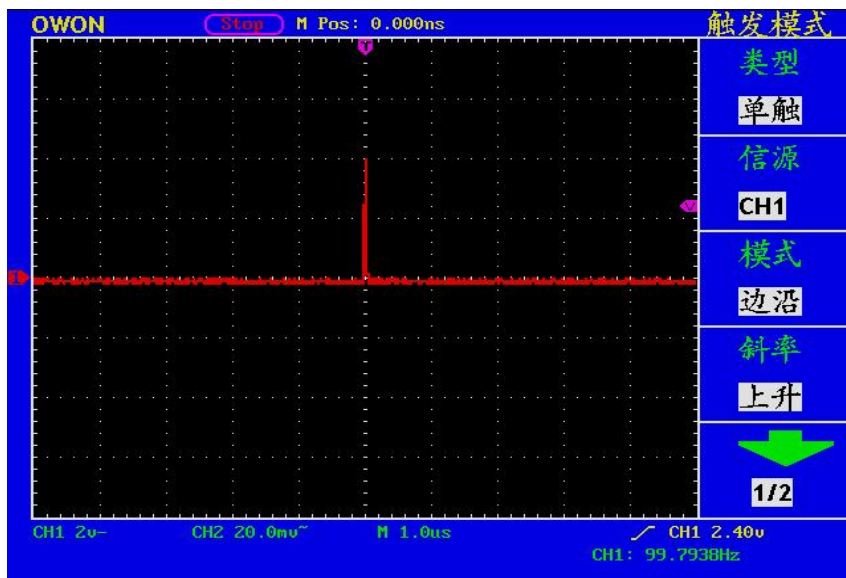

图110： 捕捉单次信号
- 12、若屏幕上方**触发状态指示**没有显示 **Ready**，则按下 **RUN/STOP**（运行/停止）按键，启动获取。等待符合触发条件的信号出现。如果有某一信号达到设定的触发电平，即采样一次，显示在屏幕上。利用此功能可以轻易捕捉到偶然发生的事件，例如幅度较大的突发性毛刺：将触发电平设置到刚刚高于正常信号电平，按 **RUN/STOP**（运行/停止） 按键开始等待，则当毛刺生时，机器自动触发并把触发前后一段时间的波形记录下来。通过旋转面板上水平控制区域的 **水平位置** 旋钮，改变触发位置的**水平位置**可以得到不同长度的负延迟触发，便于观察毛刺发生之前的波形。见图 110。